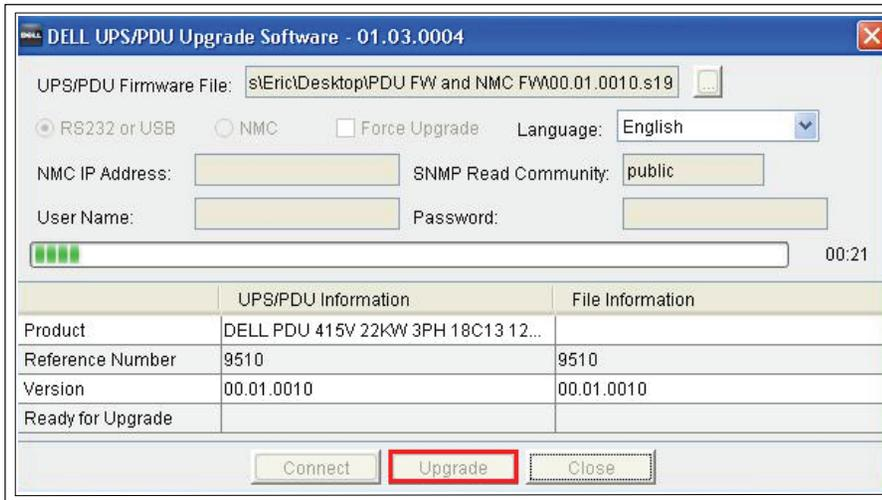

Figure 30. Contrôle de la progression de la mise à niveau du micrologiciel MCU
- 10 Cliquez sur **Upgrade** dans la fenêtre UPS/PDU Upgrade Software (voir Figure 30). Surveillez la barre de progression située au centre de la fenêtre pendant la mise à niveau.